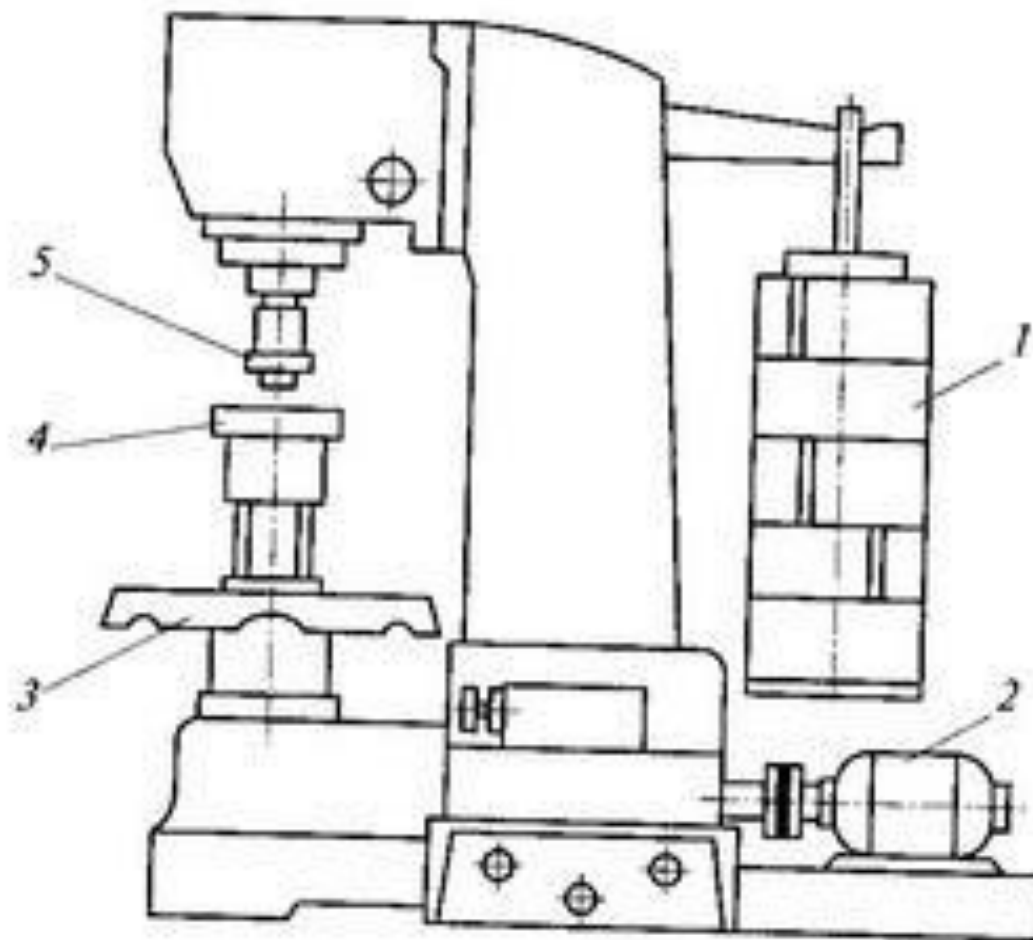
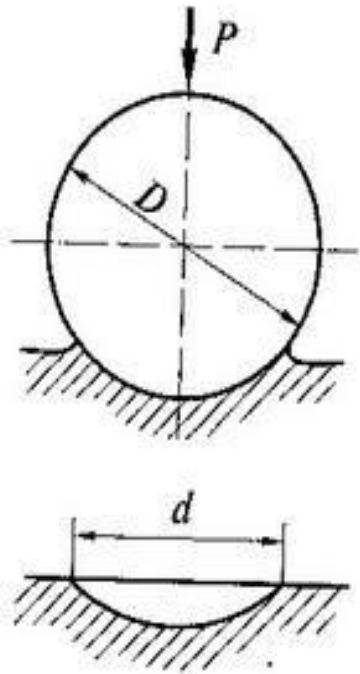

Рис. 3.8. Схема пресса Бринелля:
Рис. 3.9. Схема определения твердости по Бринеллю:
- В качестве индентора используется стальной закаленный шарик, который вдавливают в испытуемый образец на специальном прессе (рис.3.8). В результате на поверхности образца образуется отпечаток в виде сферической лунки (рис. 3.9). Диаметр отпечатка измеряют в двух взаимно-перпендикулярных направлениях с помощью микроскопа Бринелля — лупы со шкалой. *Число твердости* НВ, кгс/мм2, — это отношение приложенной нагрузки к площади поверхности отпечатка, его вычисляют по формуле  $HV = 2P/D[D - (D^2 - d^2)]/V$ , где  $P$  — прилагаемая нагрузка;  $D$  и  $d$  — соответственно диаметр шарика и отпечатка.